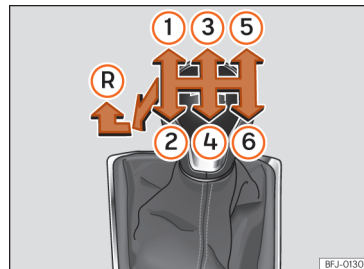

Fig. 123 Esquema de un cambio manual de 6 marchas.
En la palanca de cambios se indican las posiciones de las marchas »» fig. 123.
- Con la palanca de cambios en punto muerto, presiónela hacia abajo, muévela a la izquierda hasta el final y después hacia delante para seleccionar la marcha atrás » fig. 123 (R).